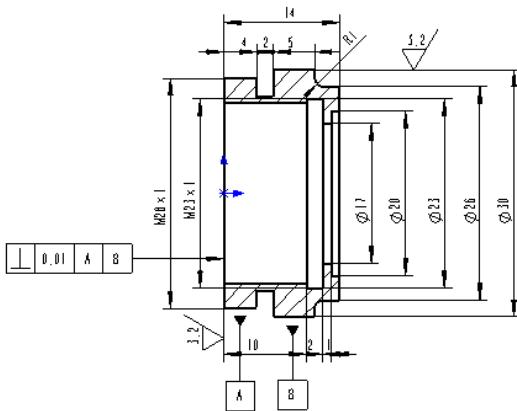

图 8-73 标注表面粗糙度符号后的工程图
**04** 旋转标注。在“角度”设置框中的“角度”一栏中输入 90 度，或者单击“旋转 90 度”图标按钮 $\triangleright$ ，标注的表面粗糙度符号旋转 90° 后单击，确认标注的位置，如图 8-73 所示。